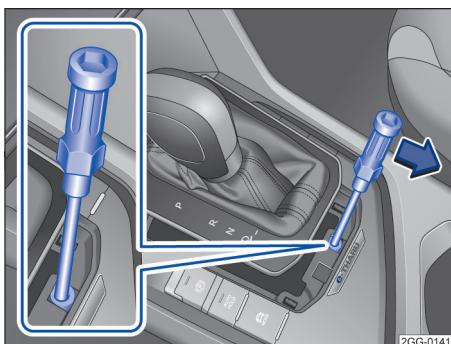

图 94 换挡杆锁应急解锁
- 用螺丝刀工具沿箭头方向按压解锁拨杆 → 图 94 并使其保持在该位置；